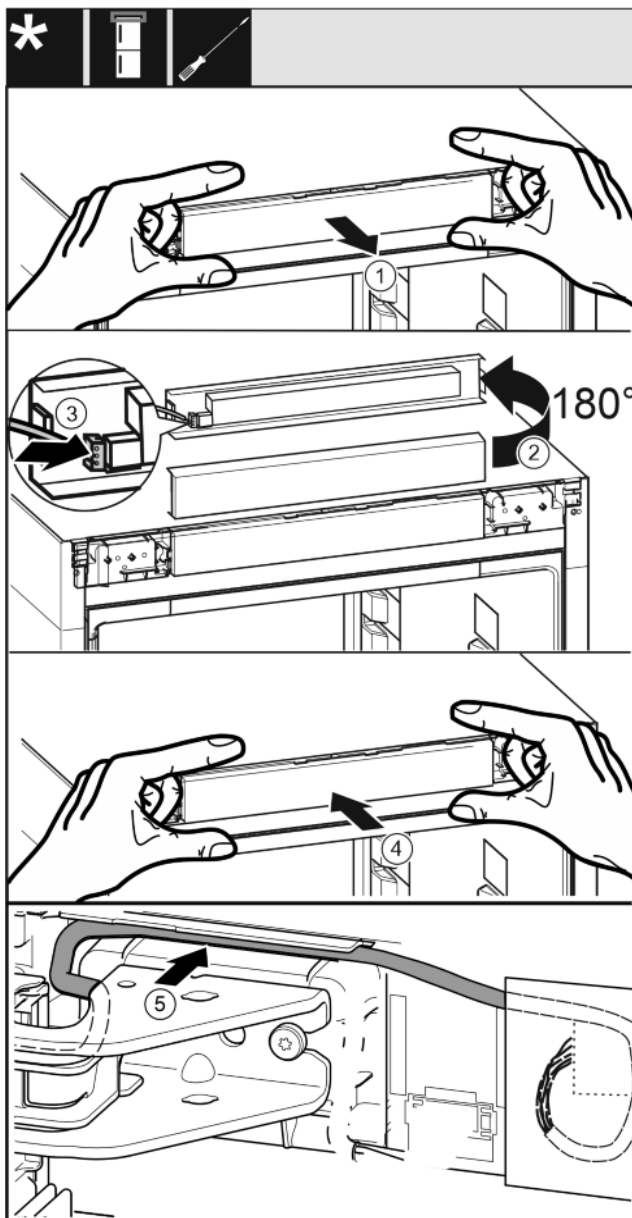

Fig. 34
- ▶ Обережно витягніть невелику панель керування. Fig. 34 (1)
- ▶ Поверніть панель на 180° вгору. Fig. 34 (2)
- ▶ Зафіксуйте штекер на невеликій панелі керування. Fig. 34 (3)
- ▶ Знову зафіксувати невелику панель керування на пристрої. Fig. 34 (4)
- ▶ Обережно розташуйте сірий кабель в направлячій над верхнім опорним кронштейном. Fig. 34 (5)